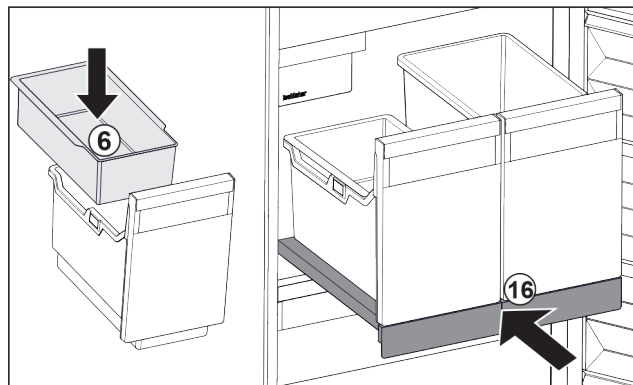

Fig. 35
- ▶ Vsadte závěsnou misku Fig. 35 (6) pro kostky ledu.
- ▶ Zasuňte vysouvací přihrádku s nádobou (IceTower). Fig. 35 (16)